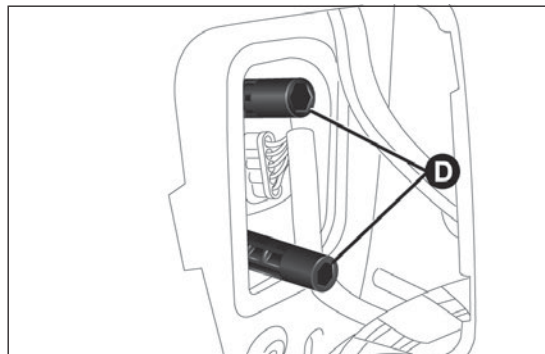

fig. 183
- ☐ con la llave Allen A, aflojar los dispositivos de fijación D fig. 183 del grupo óptico trasero;